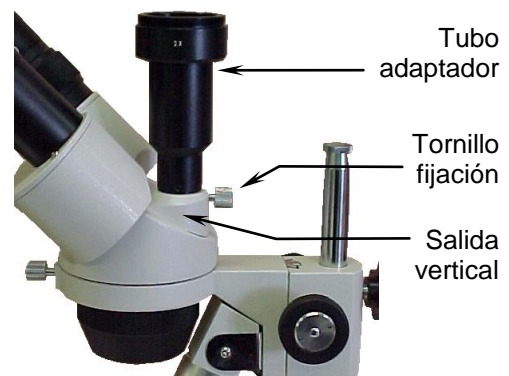

Fig. 4
2. Afloje el tornillo de sujeción (Fig. 4) situado a un lado de la salida vertical del cabezal hasta el punto que pueda retirar la tapa protectora.
1. Afloje el tornillo de sujeción (Fig. 4) situado a un lado de la salida vertical del cabezal hasta el punto que pueda retirar la tapa protectora.